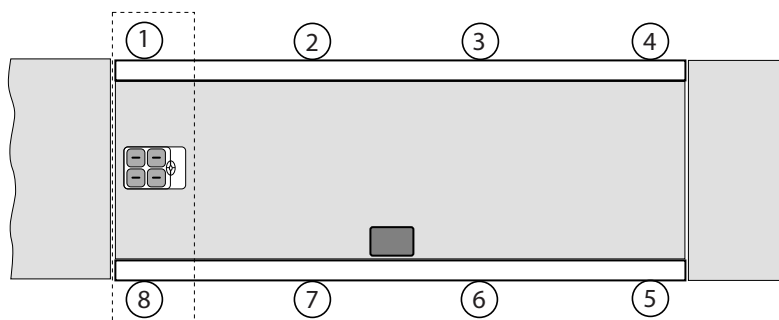

Figura 8-4. Recorte de la sección emparejada 1:8
1. Aparque el carro de pesas cargado en el centro de la báscula y directamente sobre una línea imaginaria que conecte un par de celdas extremas (1 y 8 en la Figura 8-4). Registre la lectura del indicador.